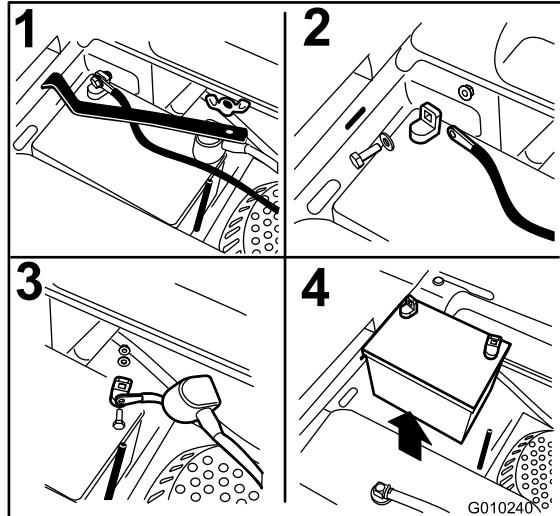

Figura 44
3. Retire la tuerca de orejeta que sujeta la abrazadera de la batería (Figura 44).
4. Primero desconecte el cable negativo (negro) del borne negativo (-) (negro) de la batería (Figura 44).
- Retire la cubierta de goma roja del borne positivo (rojo) de la batería y retire el cable positivo (+) (rojo) (Figura 44).
- Retire la abrazadera (Figura 44).
- Coloque la batería en la bandeja, con los bornes frente al depósito de aceite hidráulico (Figura 44).
- Fije los cables con 2 pernos, 2 arandelas, y 2 contratuerca (Figura 44).
- Instale la abrazadera y sujétela con la tuerca de orejeta (Figura 44).